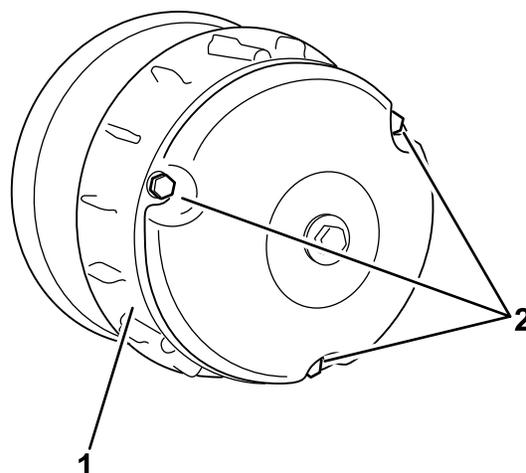

Figura 58
- Retire os 3 parafusos que fixam a tampa à embraiagem e retire a tampa (Figura 58).
- Coloque a tampa da embraiagem e fixe-a com os 3 parafusos (Figura 58) que retirou em 2.